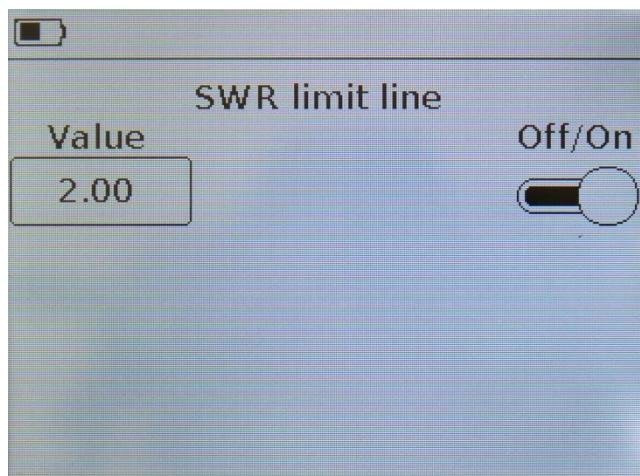

Рисунок 9.16 – Включение отображения линии КСВ на графиках Smh, Pol и SWR
- Войдите в меню **Plots** как указано в п. 9.3. и, нажав на поле с обозначением графика **Smh**, **Pol** или **SWR** перейдите в меню настройки и отображения пороговой линии КСВ (Рисунок 9.16).
- В режиме просмотра графиков **Smh**, **Pol** или **SWR** нажмите и удерживайте около двух секунд кнопку (14) «**PLOT**» и перейдите в меню настройки и отображения пороговой линии КСВ (Рисунок 9.16).
9.8.3. Выключение и включение отображения линии КСВ на графиках, производится перемещением слайдера в положение **Off/On** (Рисунок 9.16).